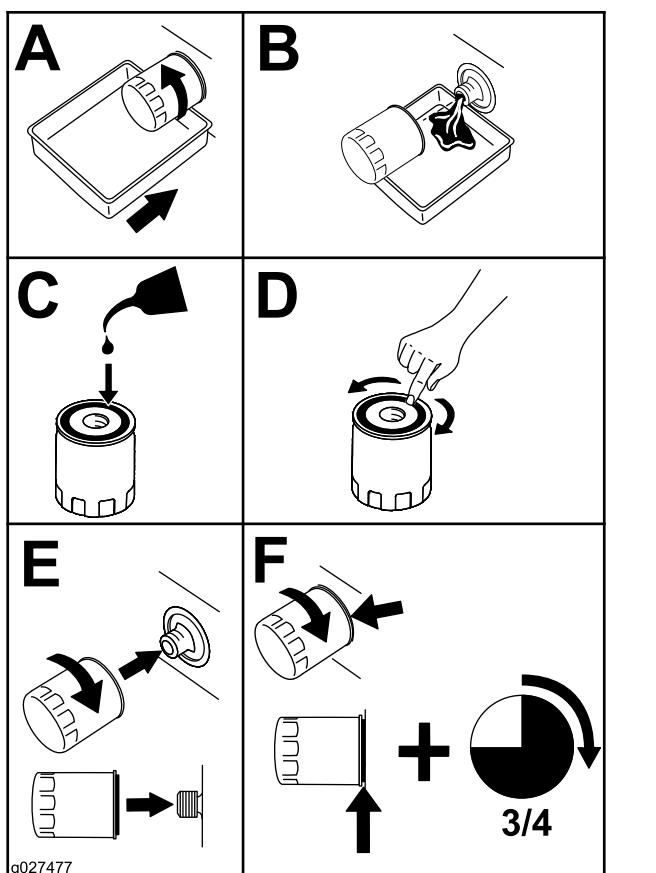

Figure 47
5. Remplacez le filtre à huile moteur (Figure 47).